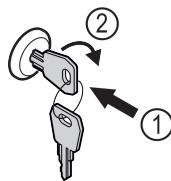

Fig. 180
- ▶ Trykk inn nøkkelen. Fig. 180 (1)
- ▶ Vri nøkkelen 90° med klokka. Fig. 180 (2)